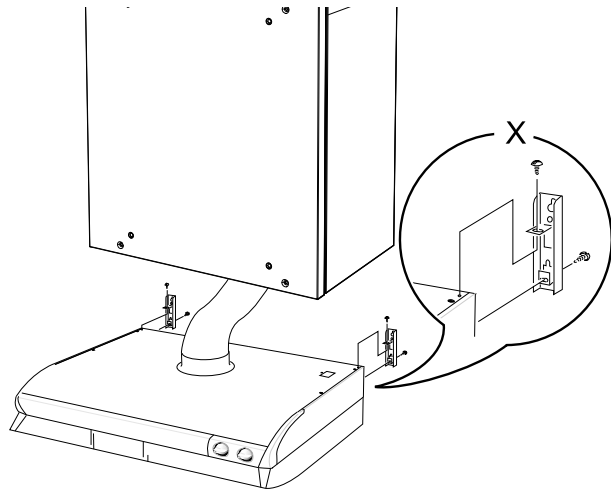

Bild 10 Installation der Dunstabzugshaube
1. Verwenden Sie den Montagemechanismus, der zusammen mit der Dunstabzugshaube geliefert wird (Abbildung 10, Pos. X).